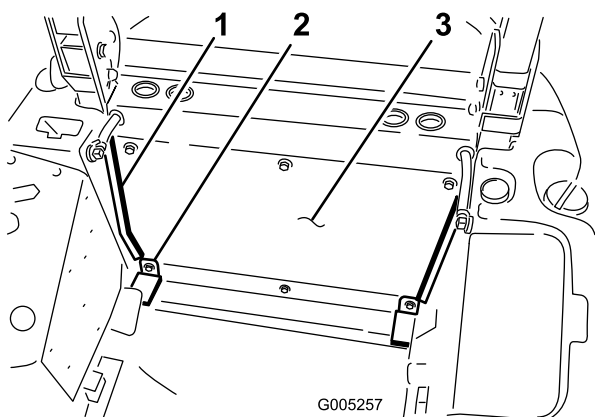

Figure 61
2. Alignez les trous de fixation du tapis d'angle sur les trous inférieurs du panneau arrière et les trous inférieurs de la traverse de cadre (Figure 61). Fixez les tapis d'angle au panneau arrière et à la traverse au moyen de 2 des vis de panneau arrière retirées précédemment. Utilisez la vis restante pour fixer la partie centrale inférieure du panneau arrière à la traverse.
4. Enlevez la pellicule de protection et appliquez les joints autocollants sur chaque bord du panneau arrière (Figure 61). Veillez à bien positionner les joints contre les panneaux latéraux du réservoir de carburant.